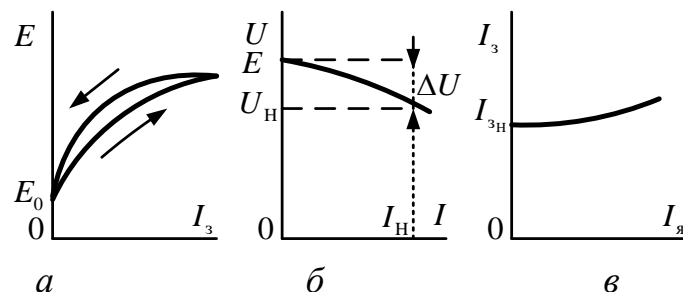

Рисунок 2
4. На рис.2,а для генератора постійного струму з незалежним збудженням зображені характеристики: